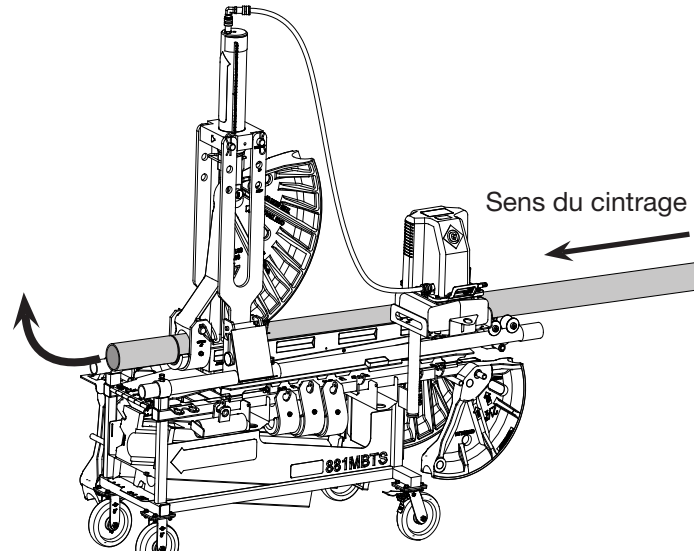

Figure 16
- Cintrer le conduit selon l'angle souhaité, suivre le mode d'emploi de la pompe hydraulique série 980. La barre de serrage et l'étau se déplacent avec le conduit pendant le cintrage. Ne pas dépasser la barre de serrage (Fig. 16).